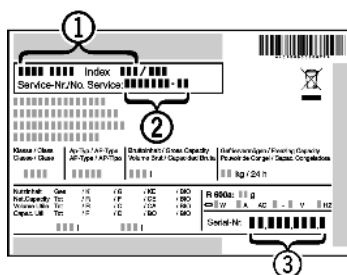

Fig. 33
- ▶ Očitajte naziv uređaja *Fig. 33 (1)*, servisni broj *Fig. 33 (2)* i serijski broj *Fig. 33 (3)* s tipske pločice. Tipska pločica nalazi se na lijevoj unutarnjoj strani uređaja.